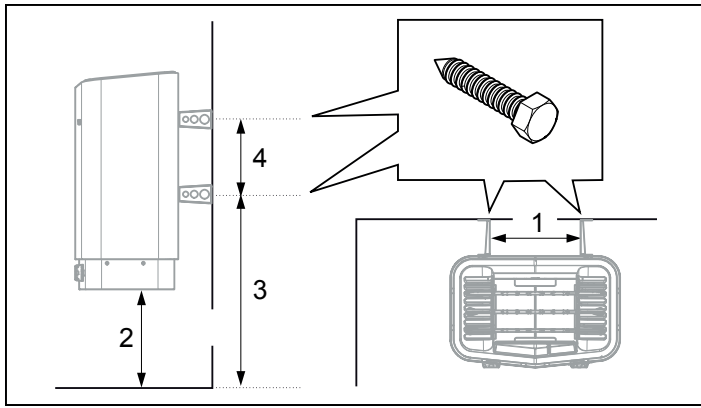

Fig 12: Måttsättning
7. Placera konsolskruvarna enligt måttställning se Fig 12.